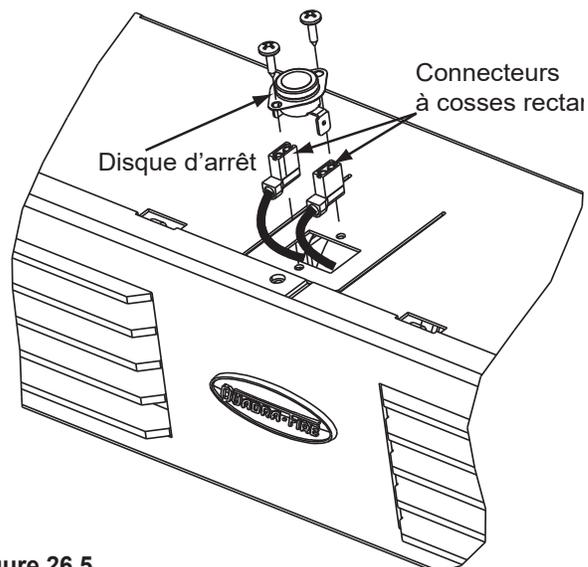

Figure 26.5
3. Tirez le disque d'arrêt et les connexions à cosses rectangulaires vers le haut pour les sortir du support comme illustré à la **Figure 26.5**.